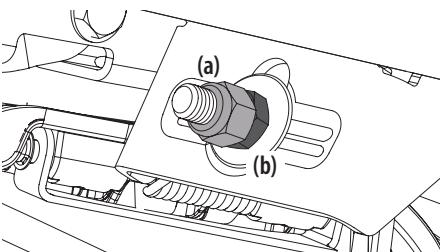

Figure 39
- Pour relever l'avant du plateau, retirez l'embout, desserrez le contre-écrou extérieur (a), puis serrez (vissez à l'intérieur) l'écrou intérieur (b) contre le support de suspension avant. Consultez la Figure 39. Si le réglage est correct, resserrez le contre-écrou extérieur (a) et remettez l'embout en place.
6. Pour abaisser l'avant du plateau, retirez l'embout, desserrez le contre-écrou extérieur (a), puis desserrez (vissez à l'extérieur) l'écrou intérieur (b) à l'écart du support de suspension avant. Consultez la Figure 39. Si le réglage est correct, reserrez le contre-écrou extérieur (a) à 77 N·m (57 pi-lb) et remettez l'embout en place.